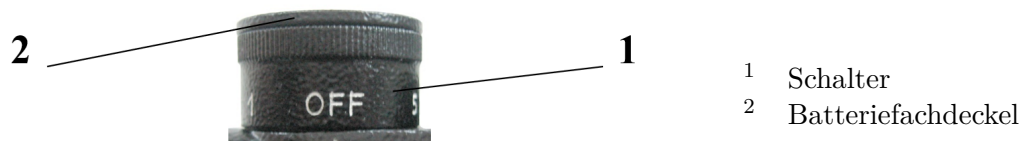

Abbildung 2: Batteriefach
Die Versionen W und L verwenden nur eine einzige CR2032-Knopfzelle. Zum Einschalten und Einstellen der Strichplattenbeleuchtung drehen Sie den Schalter (1) (Abbildung 2). Um die Beleuchtung auszuschalten, stellen Sie den Schalter auf die Position «OFF». Zum Einlegen oder Austauschen von Batterien:
- Öffnen Sie den Drehverschluss des Batteriefachs (2) (Abbildung 2)